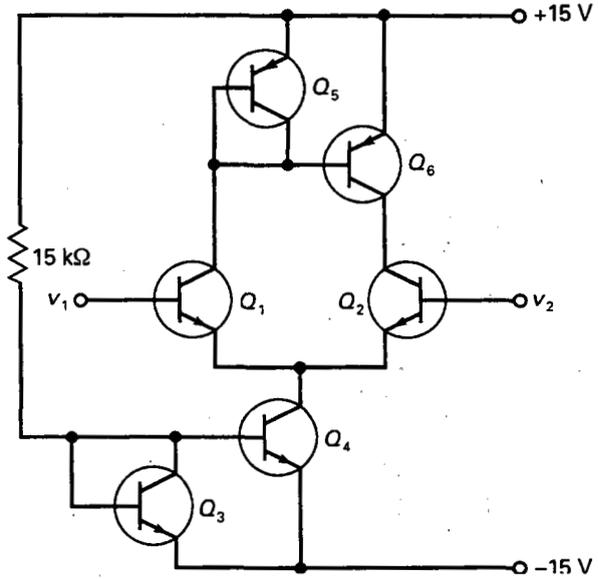

Figura 17-38
- 17-22. En la Figura 17-38, los transistores Q_3 y Q_5 están conectados para actuar como diodos de compensación de Q_4 y Q_6 . ¿Cuál es la corriente de polarización? ¿Cuál es la corriente a través de la carga activa?
- 17-23. La resistencia de $15\text{ k}\Omega$ de la Figura 17-38 se cambia para tener una corriente de $15\text{ }\mu\text{A}$. ¿Cuál es el nuevo valor de la resistencia?